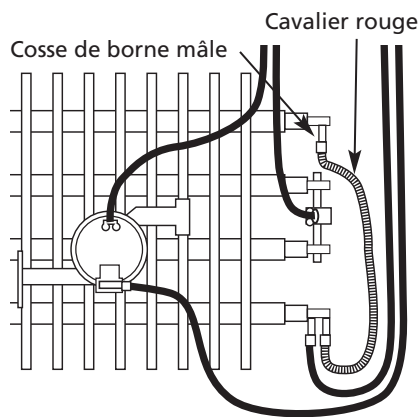

Figure 6 - Conversion du radiateur à mi-puissance
1. Enlever le cavalier rouge, comme indiqué à la Figure 6, et le jeter.